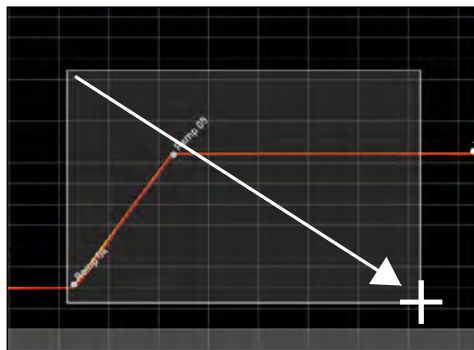

Fig. 8
- ▶ Para ampliar un campo específico, arrastre un rectángulo sobre el campo deseado, con el botón izquierdo del ratón pulsado (Fig. 8). Si la sección aparece en rojo, entonces es demasiado pequeña para poder ser mostrada. En este caso, amplíe la sección hasta que aparezca en gris claro.